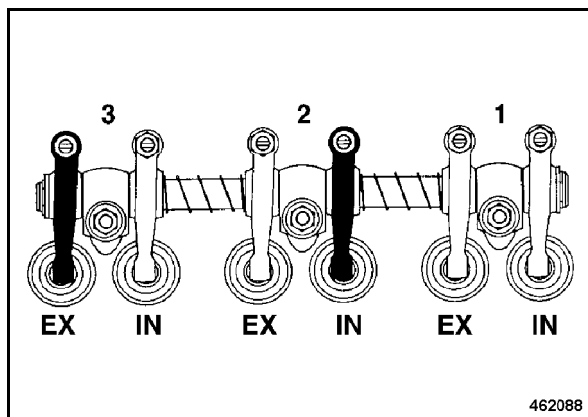

Рис. 120
- Произвести регулировку зазора в клапанах в соответствии со схемой регулировки "Положение коленчатого вала 1" (Рис. 120), обозначение черным цветом.